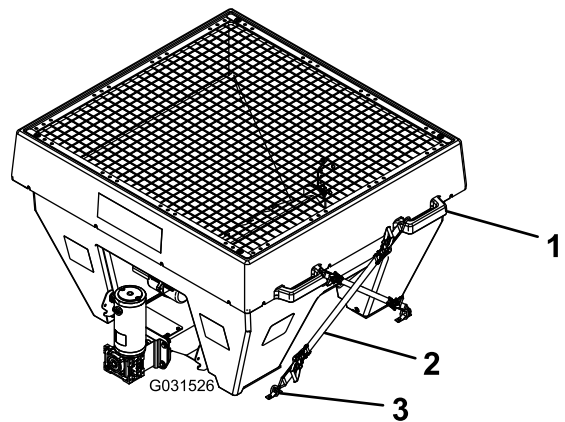

Figura 8
1. Conecte las correas con carraca a las asas de elevación situadas cerca del borde superior del esparcidor (Figura 8).
2. Conecte los extremos libres de las correas con carraca a los anillos de amarre opuestos en cada lado del esparcidor (Figura 8).